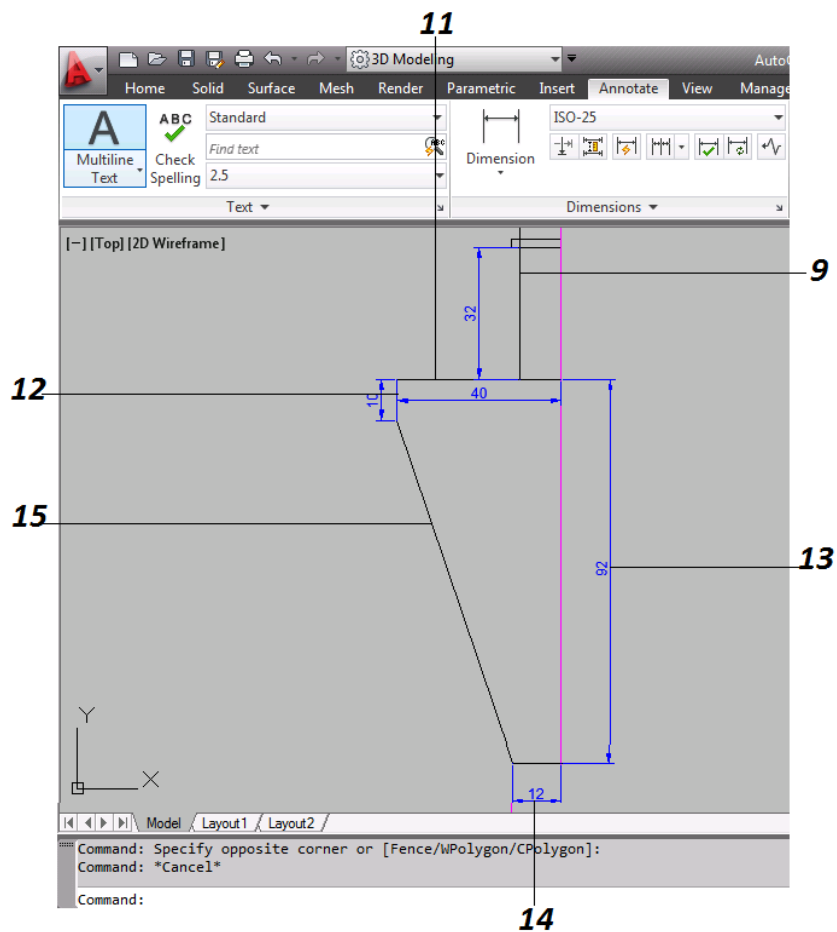

Figura 4.14 Ejercicio 3
9. Ahora se miden 2 unidades apartir de la esquina inferior izquierda del la ultima figura creada, y se crea una linea vertical con un valor de 32 unidades (*figura 4.14*).
11. Tomando como referencia el punto de referencia que se creo, se elabora una linea horizontal, la cual tendra un valor de 40 unidades (*figura 4.14*).
12. Al final de la linea anterior, se crea nuevamente una linea, la cual tendra un valor de 10 unidades (*figura 4.14*).
13. Nuevamente apartir del punto que se dejo de referencia, se crea una linea vertical la cual sera de 92 unidades (*figura 4.14*).
14. Al final de la linea anterior, se crea otra linea la cual seara de 12 unidades (*figura 4.14*).
15. Ahora se unen las dos lineas horizontales creadas (la inferior y la superior) con una sola linea (*figura 4.14*).